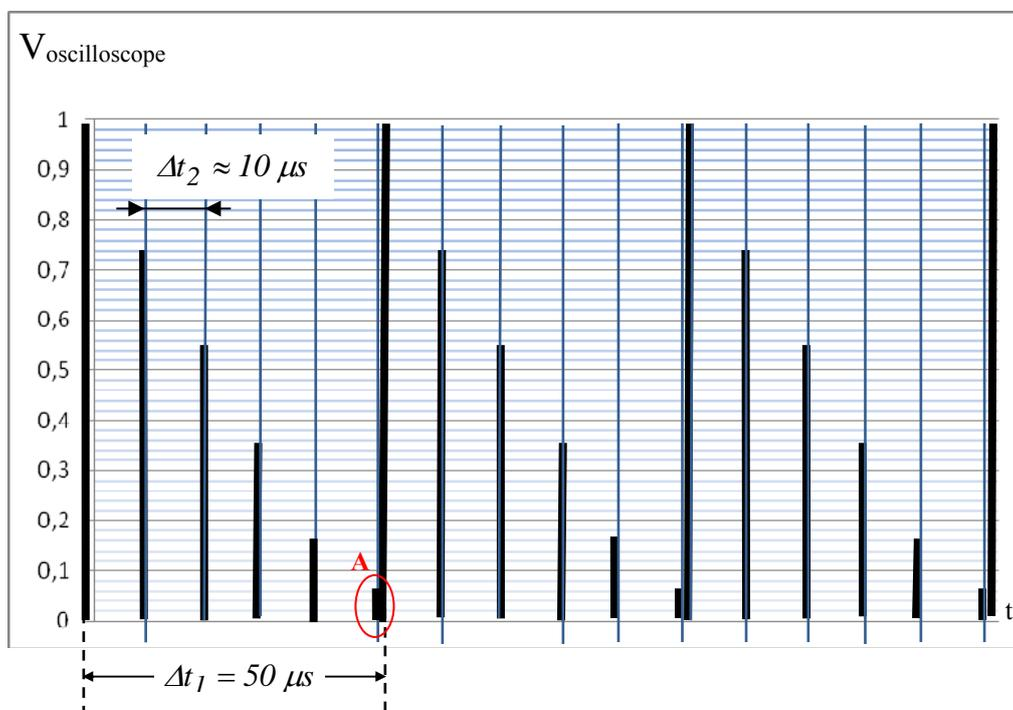

Figure 16 : Signal mesuré sur la sortie 4 du coupleur n°2 (10/90)
**Question 8 :** Les impulsions laser à  $1310\text{ nm}$  et  $1550\text{ nm}$  ont chacun une largeur d'environ  $15\text{ ns}$ , elles sont synchrones avec le signal TTL de fréquence  $20\text{ kHz}$ . La figure 16 représente la tension mesurée sur la sortie 4 du coupleur n°2 (10/90) et la figure 17 est un zoom du pic A. Expliquez qualitativement les formes des signaux de la figure 16 et 17.